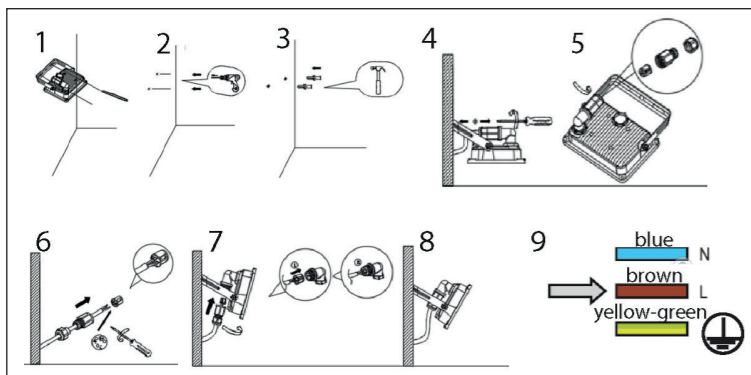

Fig. 2 : Mounting
5.1 LED-Außenstrahler montieren (Fig. 2 - 4)
4. Bohren Sie die Befestigungslöcher mit geeignetem Werkzeug. Siehe Abb. 2 und 3.